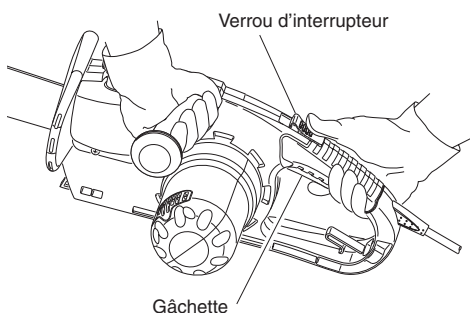

Figure 11 - Emplacement du bouton de verrouillage et de la gâchette
3. Se servir des deux mains pour tenir la tronçonneuse. Toujours utiliser la main gauche pour saisir la poignée avant et la main droite pour saisir la poignée arrière. Tenir fermement. Les pouces et les doigts doivent entourer les poignées. (voir la Figure 11)